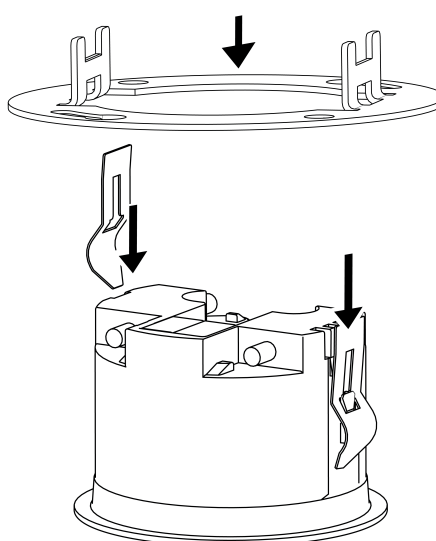

Figure 5
- Retirer l'étrier à ressort (3).
- Pousser les pinces de serrage (12) sur les guidages (2) par l'arrière dans la bonne position, jusqu'à ce qu'ils s'encliquètent (figure 5).